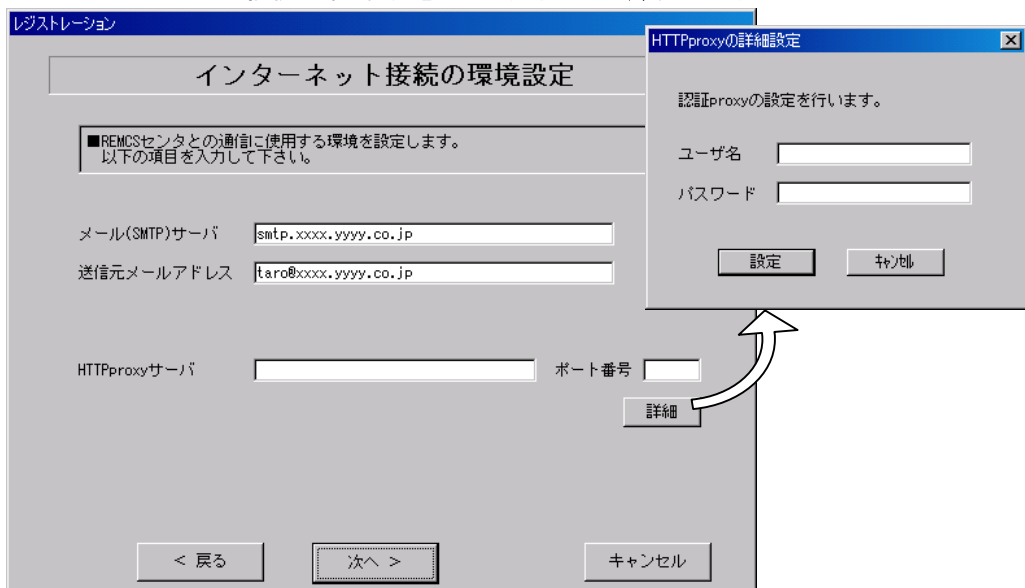

図 4-29 インターネット接続の環境設定(インターネット接続)
- 15 インターネット接続の環境設定を行います(図 4-29、表 4-16)。